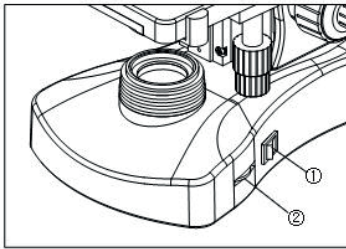

Fig.16
3.2.1 Adjusting the brightness (Fig.16) (Réglage de la luminosité)